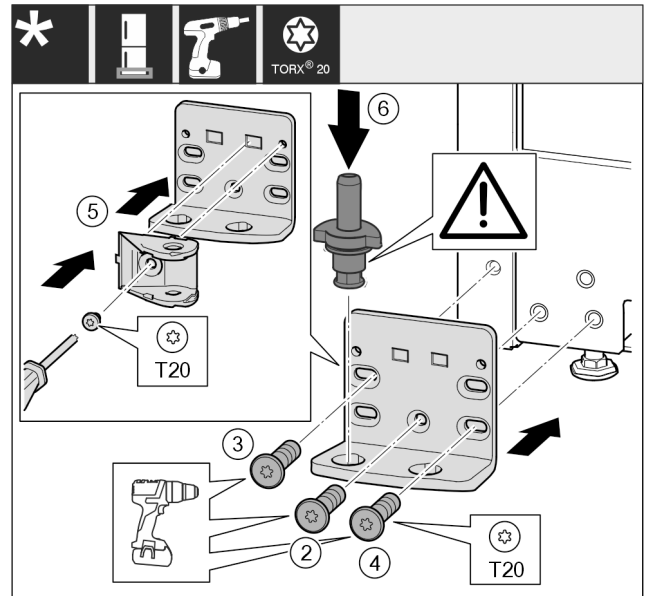

Fig. 21 *
- ▶ Helyezze fel a csapágybakot a másik oldalra, és csavarozza fel csavarhúzóval. Kezdje alul, a középső csavarral Fig. 21 (2).*
- ▶ Húzza meg a csavart Fig. 21 (3) és a csavart Fig. 21 (4).*